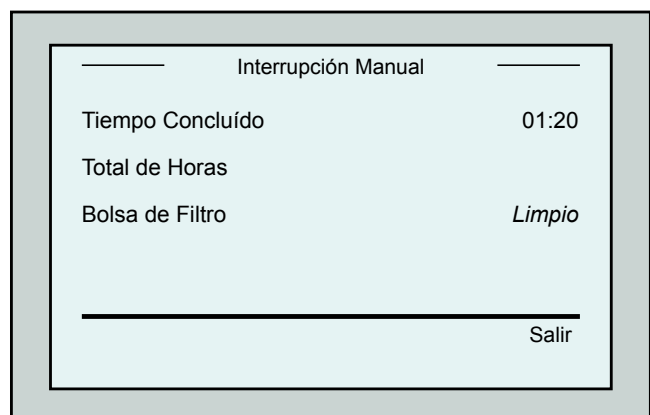

Figura 5: Pantalla *Interrupción Manual*
- En la pantalla Cuenta Regresiva (Figura 4), oprima **Parar**. La pantalla de la MMI exhibirá el mensaje: "Parando el robot – por favor espere". Luego de 5 segundos aparecerá la pantalla *Interrupción Manual* (Figura 5).